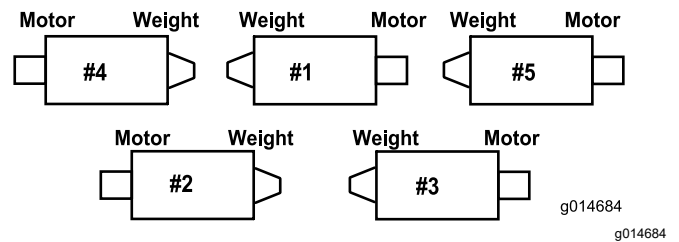
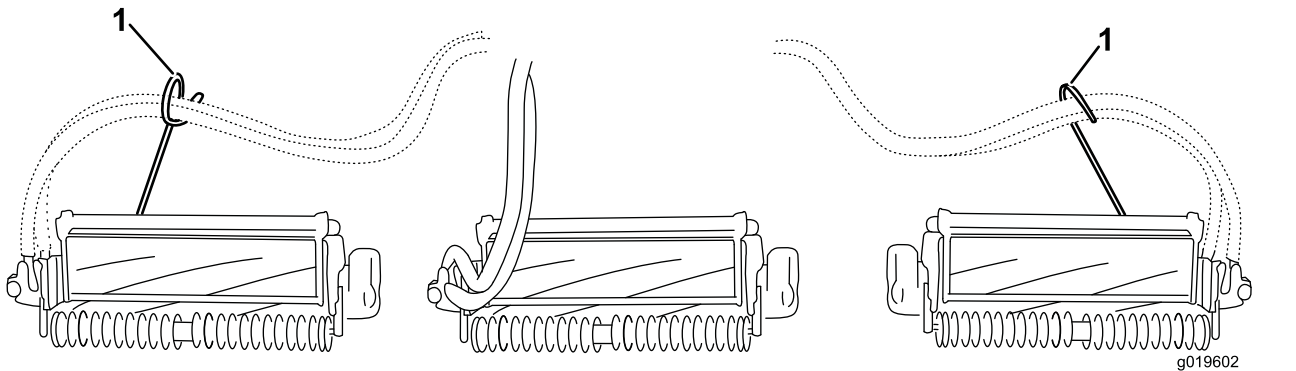
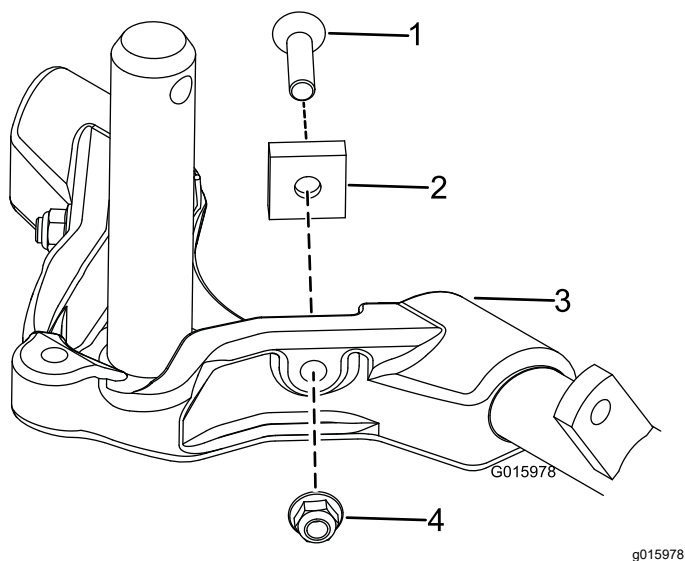

Figura 12
Figura 14
Figura 15
Importante: En las unidades de corte N° 4 (delantera izquierda) y N° 5 (delantera derecha), utilice las tuercas de montaje del soporte de la varilla para instalar las guías de los manguitos en la parte delantera de las pestañas de la unidad de corte. Las guías de los manguitos deben estar inclinadas hacia la unidad de corte central (Figura 12 a Figura 14).
6. Aumente el alcance de la dirección de las unidades de corte traseras retirando los 2 espaciadores de pivote, tornillos allen y contratueras con arandela prensada (Figura 15) de los bastidores de tiro de las unidades de corte traseras (N° 2 y N° 3) (Figura 12).